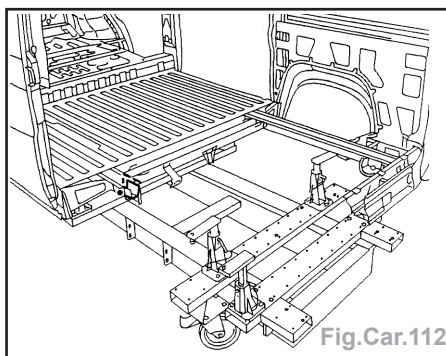

Fig.Car.112
- Positionner le renfort (Fig.Car.112).